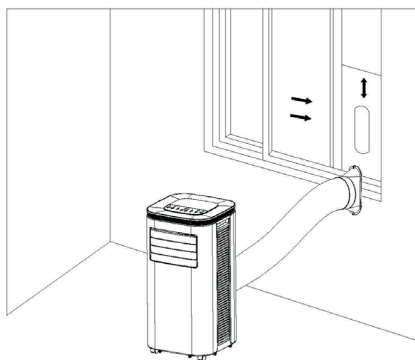

Figure 5
- 2) Étirez le tuyau d'évacuation de chaleur et caliez l'extrémité plate de celui-ci dans le trou du système d'étanchéité de la fenêtre (voir Figures 5 et 6).